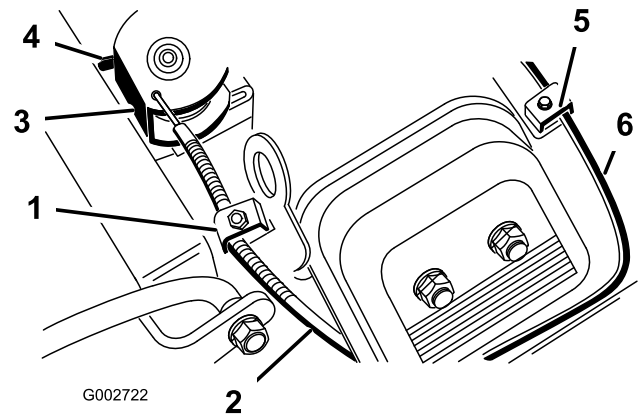

Bild 28
2. Lockern Sie die Klemmschraube des Bowdenzugs, mit der dieser am Motor befestigt ist (Bild 28).
4. Ziehen Sie fest am Bowdenzug, bis die Rückseite der Schwenkplatte den Anschlag berührt (Bild 28).
4. Ziehen Sie fest am Chokezug (Bild 28), bis die Choke-Drosselklappe ganz geschlossen ist; ziehen Sie dann die Klemmschraube des Chokezugs fest.